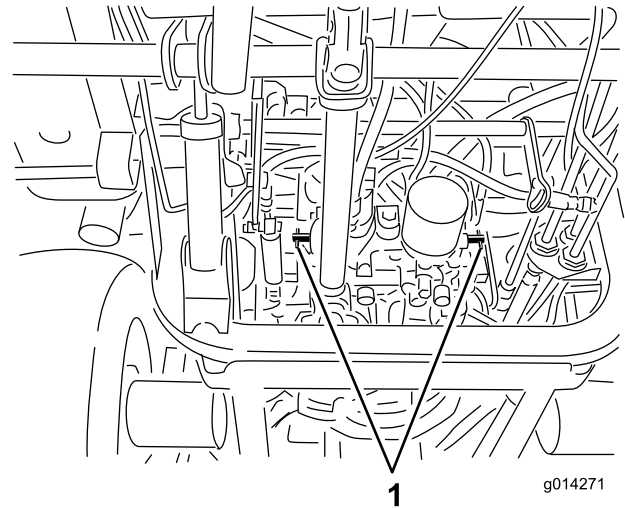

Figura 22
4. Rode cada válvula de derivação no sentido contrário aos ponteiros do relógio 1 volta (Figura 22).
1. Rode cada válvula de derivação 1 volta no sentido dos ponteiros do relógio e aperte-as à mão (Figura 22).
2. Aperte as válvulas com 8 N·m, conforme indicado na Figura 22.